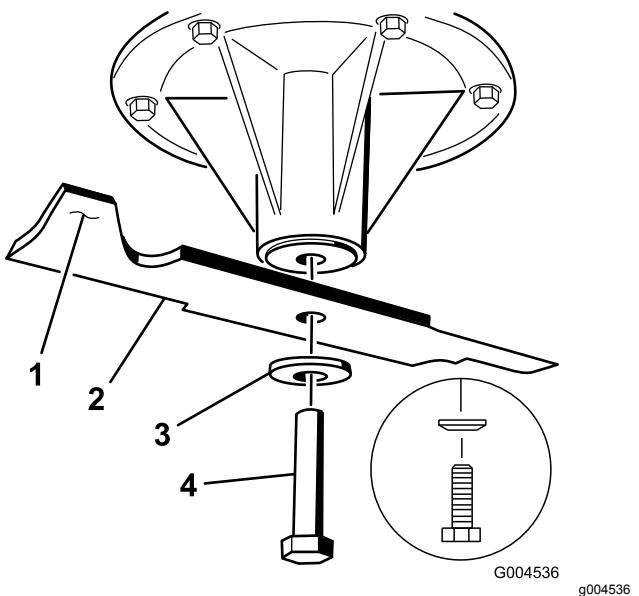

Figura 79
- Instale la cuchilla en el eje (Figura 79).
- Instale la arandela de muelle y el perno de la cuchilla (Figura 79).
**Nota:** El cono de la arandela elástica debe estar orientado hacia la cabeza del perno (Figura 79).